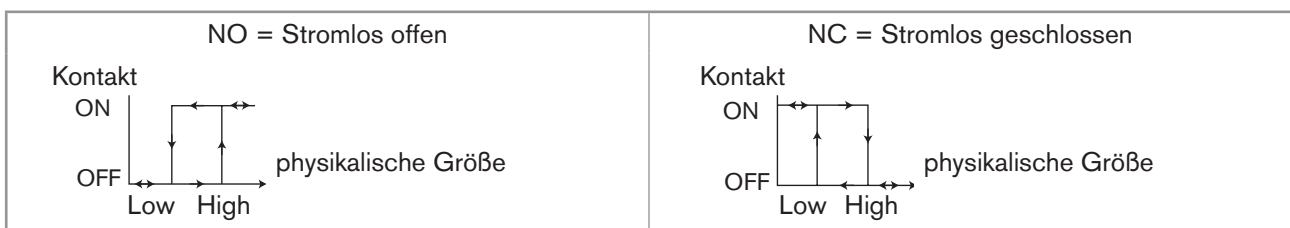
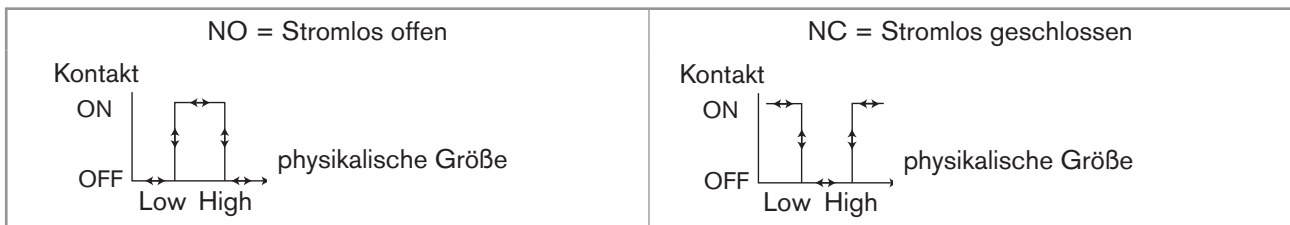

Bild 33: Hysteresebetrieb
Bild 34: Fensterbetrieb
**MODE:** Auswahl des Betriebs, Hysterese oder Fenster, des Transistorausganges 1 oder des Transistorausganges (siehe Bild 33 und Bild 34).
**LOW:** Auswahl des Wertes der unteren Schaltschwelle des Transistorausganges 1 oder des Transistorausganges 2 (siehe Bild 33 und Bild 34).
**HIGH:** Auswahl des Wertes der oberen Schaltschwelle des Transistorausganges 1 oder des Transistorausganges 2 (siehe Bild 33 und Bild 34).
**CONTACT:** Auswahl der Kontaktart im Ruhezustand (Stromlos offen, NO, oder Stromlos geschlossen, NC) des Transistorausganges 1 oder des Transistorausganges 2 (siehe Bild 33 und Bild 34).